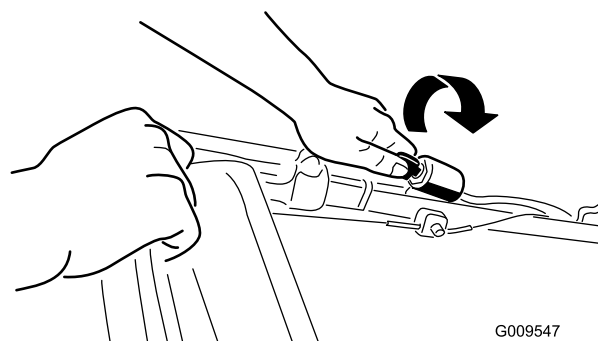
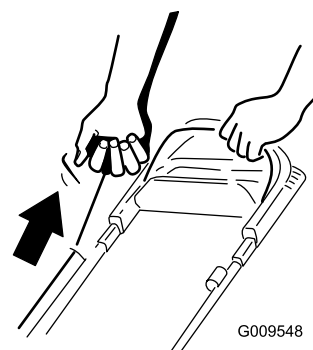

Figura 14
Figura 15
2. Rode a chave (Figura 14) (apenas modelos de arranque elétrico) ou puxe o manípulo do arrancador de retrocesso (Figura 15).
(Figura 15). Deixe que a corda regresse lentamente ao manípulo.